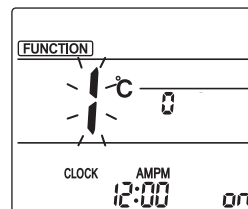

Fig. 1
- ① Går in i läge för manuell inställning av fläktblad Tryck på knappen . (Starta denna funktion när fjärrkontrollens display är släckt.) "FUNCTION" lyser och "1" blinkar. (Fig. 1) Tryck på knappen  för att välja "2" och tryck därefter på knappen .